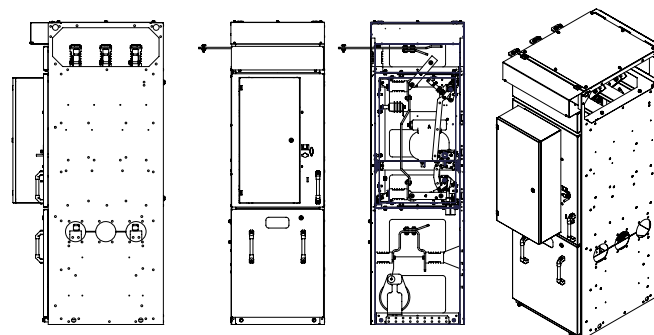

Рис. 6.2. Камера с ТН+ТСН.
Камеры ТН (**группа 2**) предназначены для подключения к сборным шинам РУ или ячейки измерительного трансформатора напряжения (ТН), необходимого для трансформации высокого напряжения 6(10) кВ в напряжение цепей измерения, учёта, релейной защиты и автоматики. Для организации защиты от перегрузки и сквозных токов короткого замыкания в камере устанавливаются трансформаторы напряжения со встроенными предохранителями. В целях уменьшения габаритных размеров РУ существует возможность применения камер с совмещёнными ТН и ЗСШ (№204, 205 и 206), а также комбинации ТН и малоомощного ТСН (**рис. 6.2**), который может быть использован для организации оперативного тока до момента включения основных источников.